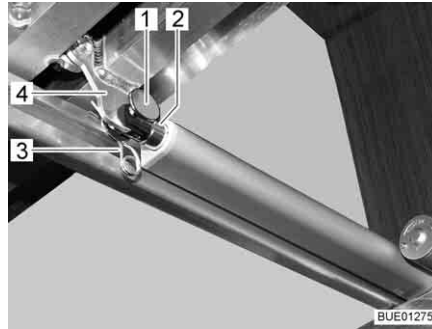

Fig. 111 Azionamento
- Rimuovere il collegamento (p. es. perno e spina a molla (Fig. 111,1 e 3)) tra biella (Fig. 111,2) e telaio portamaterasso (Fig. 111,4).